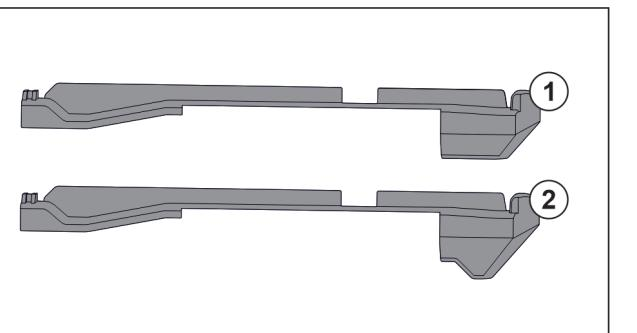

Fig. 74 Porovnání nasazovacích dílů
V přístroji se nachází dva různé nasazovací díly. Nasazovací díl nad nejspodnější zásuvkou Fig. 74 (2) má hranu trojúhelníkového tvaru. Všechny ostatní nasazovací díly Fig. 74 (1) mají rovnou hranu.
- Nasazovací díl Fig. 74 (2) s hranou trojúhelníkového tvaru připevněte nad nejspodnější zásuvkou.
- Nasazovací díl Fig. 74 (1) s rovnou hranou připevněte na všech ostatních místech.